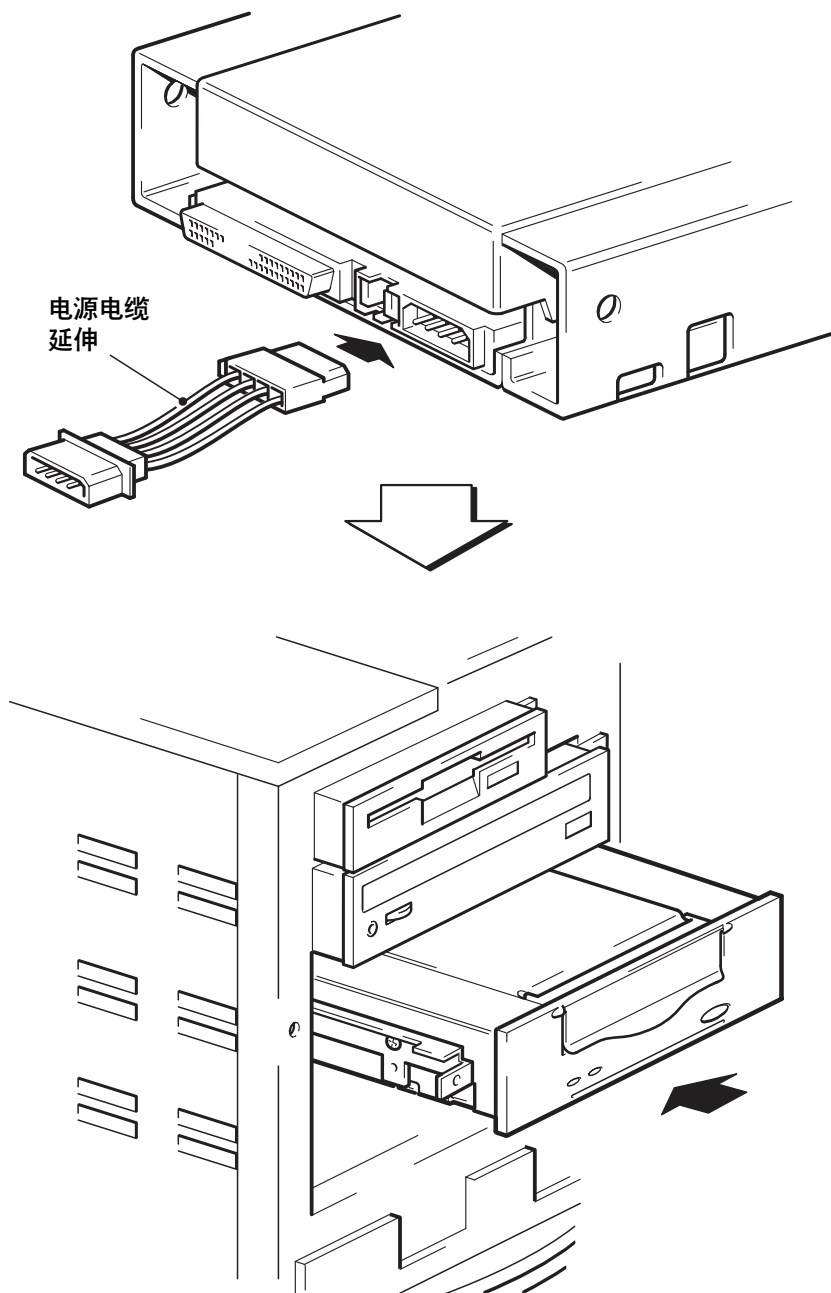

图 7: 安装磁带机
- 1 将电源延伸电缆连接到磁带机后部的电源接口，如图 7 所示。
- 2 将磁带机滑入打开的托盘，如图 7 所示，使托盘或导轨和托架中的槽对齐。